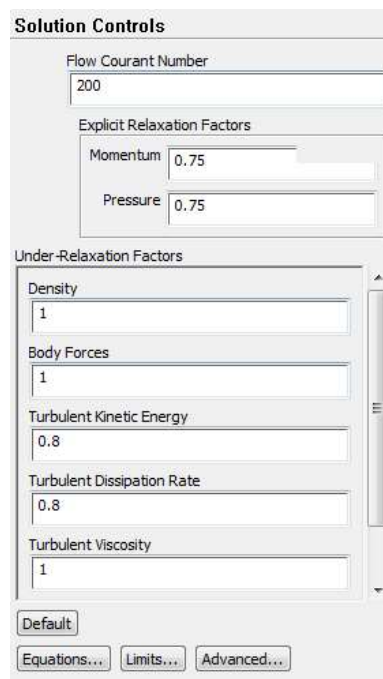

Рис. 6.14 – Меню *Solution Controls*
1. Временно уменьшить коэффициенты «скорости» решения на вкладке *Solution Controls* (рис. 6.14). Они влияют на то, как «быстро» решатель изменяет параметры в контрольных объёмах. По мере стабилизации решения можно поэтапно вернуть коэффициенты к значениям по умолчанию (кнопка *Defaults*).